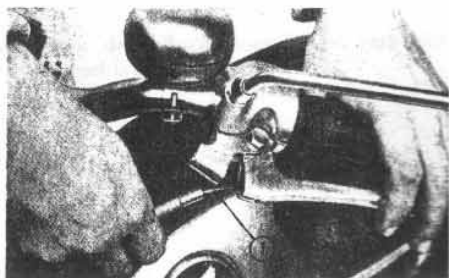

Fig. 83 Demonteren van koppelingkabel
- 2) Maak de koppelingkabel aan het koppelingshandel los. (Fig. 83)